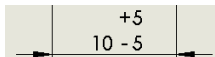

图 8-55 “双边”显示类型
- (3) “双边”显示类型 以双边方式显示标注尺寸的公差，如图 8-55 所示。